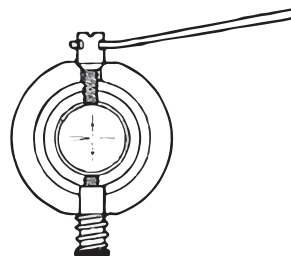

Abbildung 11
Entfernen Sie die Okularabdeckung (12). Drehen Sie die Einstellschraube mit dem Stift (Abb. 11), bis die Werte b_2' und b_2 übereinstimmen. Bringen Sie die Okularabdeckung wieder an.
Retire la tapa del ocular (12). Gire el tornillo de ajuste con el pasador (Fig. 11) hasta que los valores b_2' y b_2 sean iguales. Vuelva a colocar la tapa del ocular.